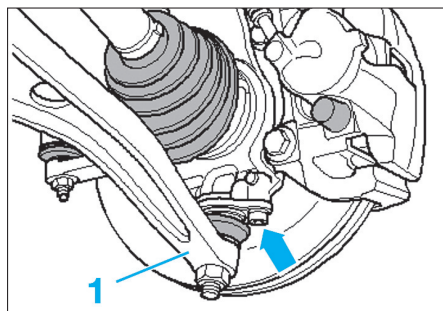

Fig. 1
- Déposer le moyeu de la rotule inférieure (1) (Fig.1).